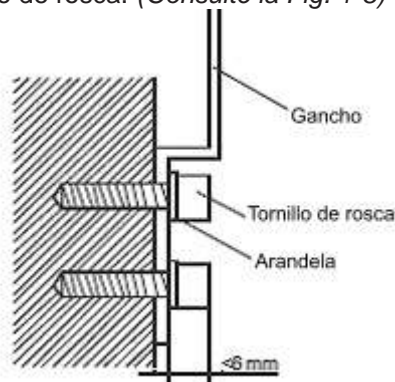

Fig. 1-8
1. Fije a la pared el gancho con el tornillo de rosca. (Consulte la Fig. 1-8)